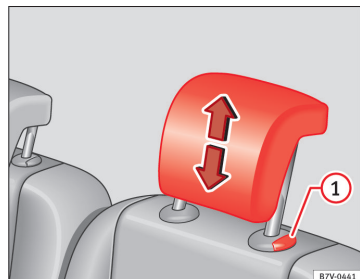

Fig. 87 Montering af hovedstøtte på 2. og 3. sæderække
- Tag hovedstøtten af, når du har trykket knappen ind ⇒ Fig. 87 .